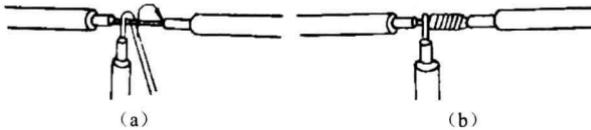

图 1-1-12 单股导线 T 字连接
② 注意事项
- ① 支线端与平线去绝缘层后呈十字交叉，支线端环绕成结状，如图 1-1-12 (a) 所示。
- ② 顺时针密绕 6~8 圈后，收尾压紧，如图 (b) 所示。